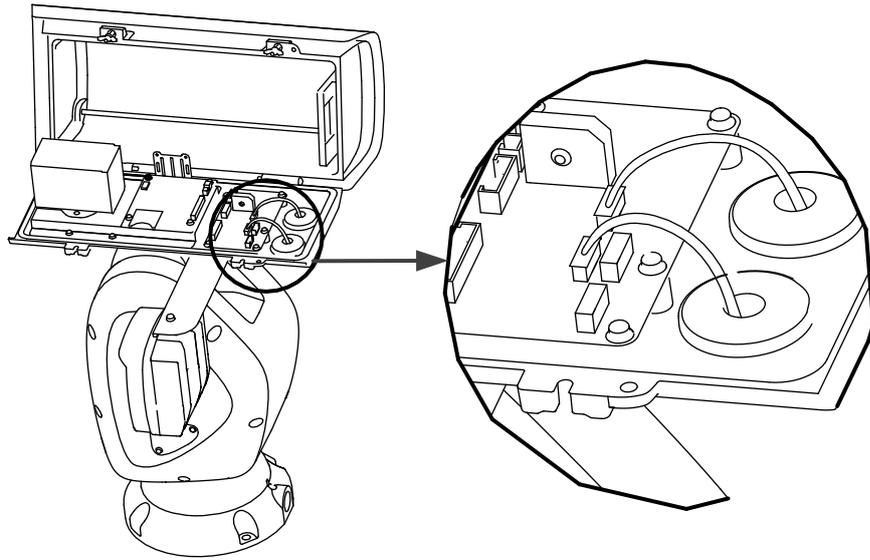

图2-15 插上红外灯连接线
2. 将红外灯接线插在护罩内部对应孔位上，如图 2-15 所示。